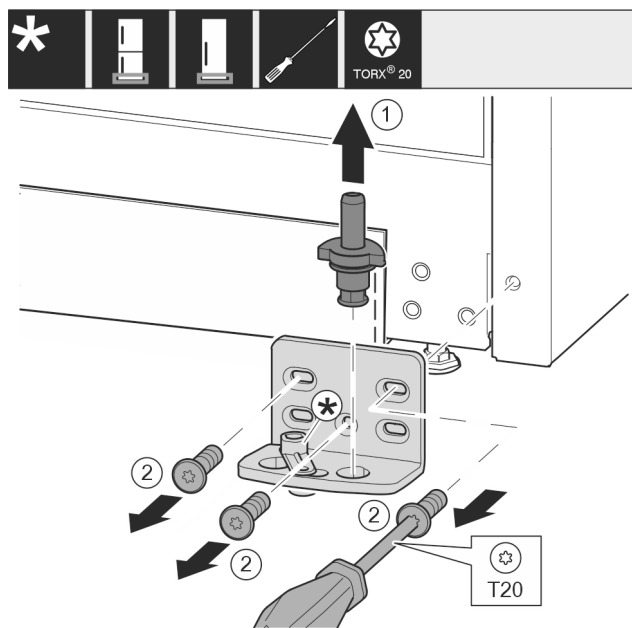

Fig. 44 \*
- Estrarre completamente verso l'alto i perni di supporto Fig. 44 (1).\*
- Svitare le viti Fig. 44 (2) con un cacciavite e rimuovere il blocco di supporto.\*